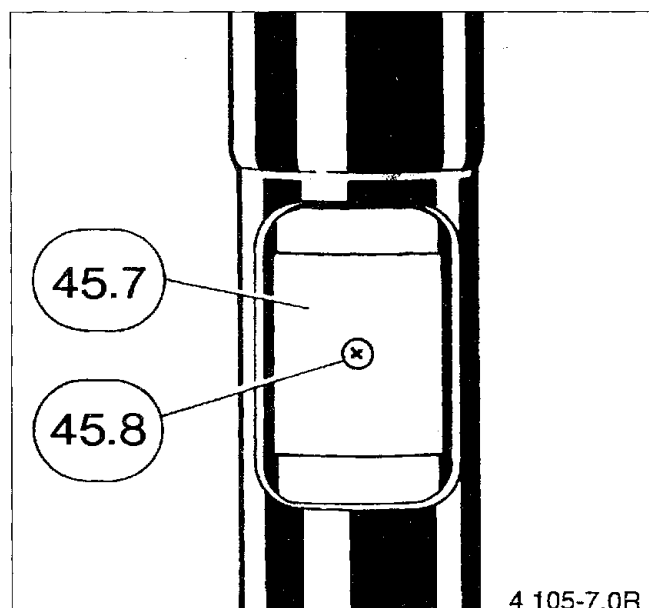

Bild 15
- Schraube (45.8) lösen (Bild 15)
- Deckel (45.7) abnehmen (Bild 15)